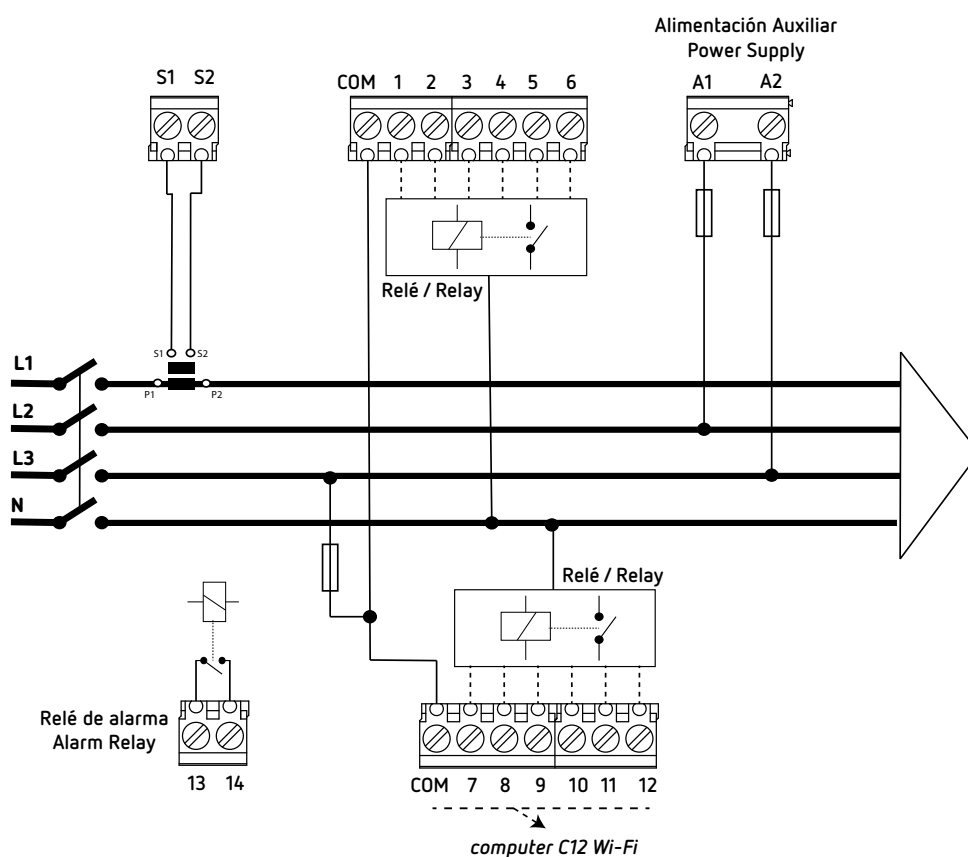

Figura 4: Esquema de conexionado computer C Wi-Fi.
El transformador de corriente (TC) debe colocarse preferentemente en la fase L1, mientras que las tomas de tensión se deben conectar a las fases L2 y L3 (ver Figura 4).